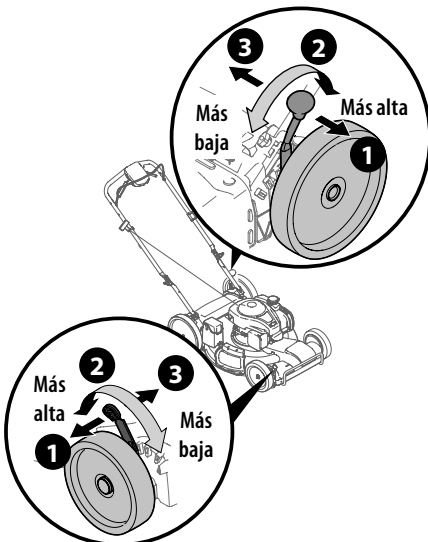

Figura 17
**NOTA:** La palanca de ajuste de altura de corte delantera se ubica encima de la rueda delantera derecha. La palanca de ajuste de altura de corte trasera se ubica encima de la rueda trasera izquierda (Figura 17).